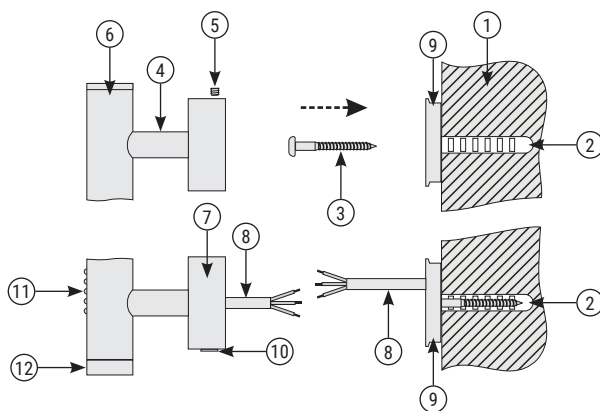

Рис.1
- 4.3. В полученных метках (п. 4.2) сделать отверстия диаметром 6 мм и произвести монтаж внутренних опорных дисков для верхнего кронштейна и коробки подключения (рис. 1) с помощью саморезов и дюбелей.
- 4.6. При подключении через скрытую проводку место крепления соединительной коробки должно совпадать с местом вывода кабеля из стены (рис. 1).